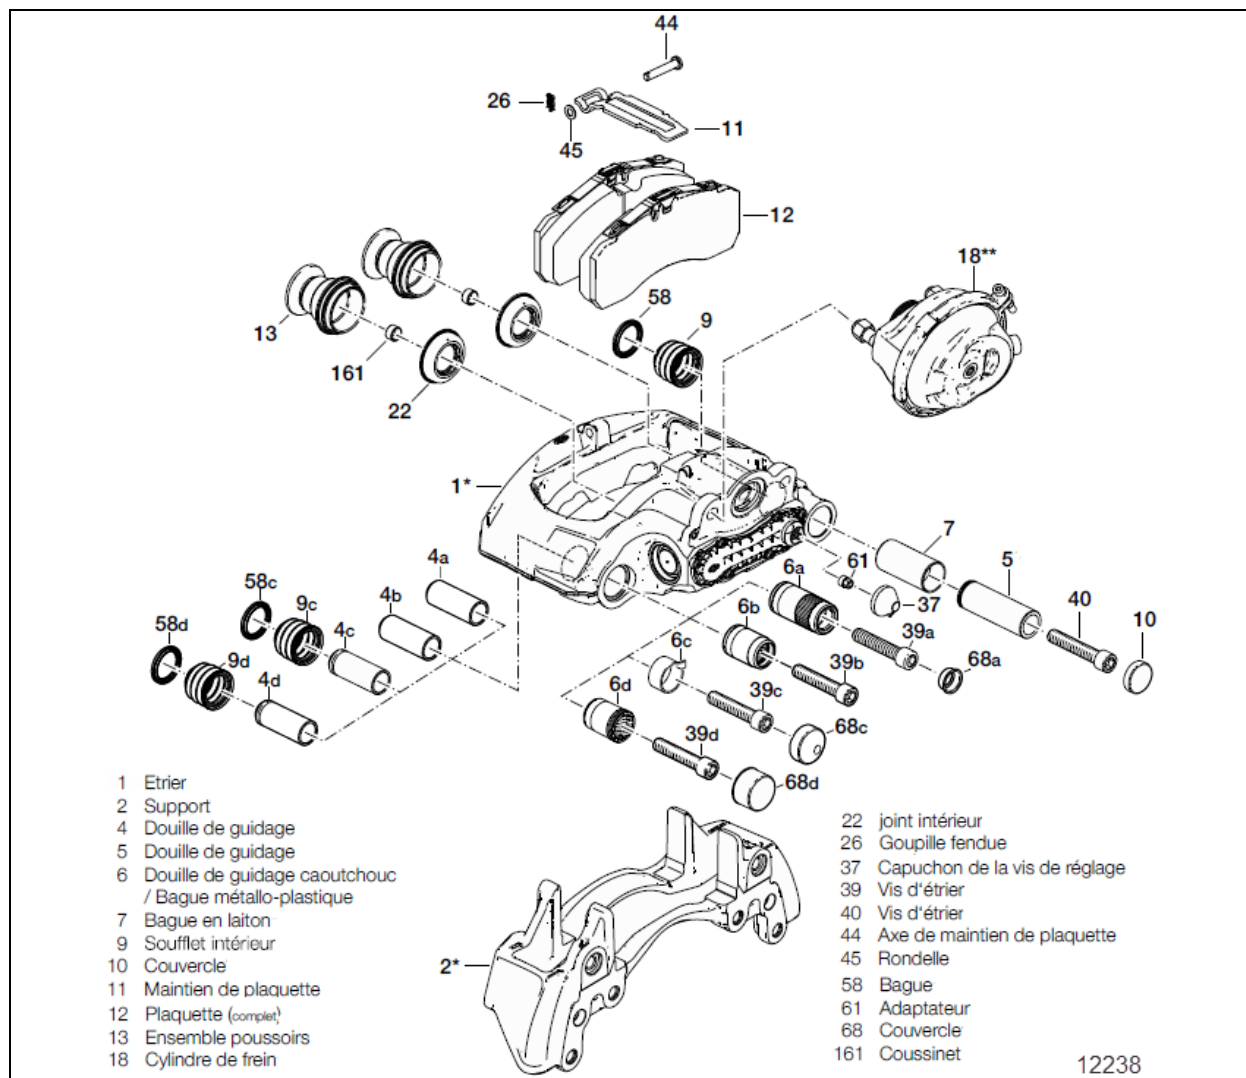

FIGURE 22 : COMPOSANTS DE FREIN
En outre, examiner les ensembles poussoir et soufflet (13, Figure 22), le capuchon du dispositif de rattrapage (37) et les éléments d'étanchéité (9, 58) en s'assurant que tout est en place et en bon état incluant le palier d'étrier dans la zone de bague de caoutchouc/manchon de guidage (6). Consulter le **Manuel De Maintenance Knorr-Bremse Frein À Disque Pneumatique Y006471**.